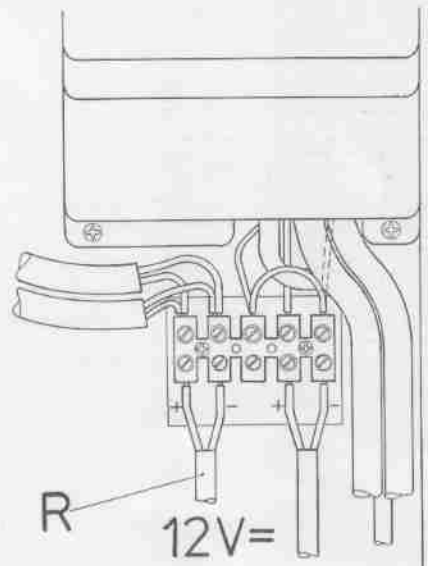

Fig. 9 Mod. 2210-1
Es empfiehlt sich, Zünder und Beleuchtung über einen separaten 12 V Direktanschluß zu versorgen. Dabei entfernt man die Brücken (1) und (2) und schließt den Direktanschluß an, wie Fig. 9 (R) zeigt.